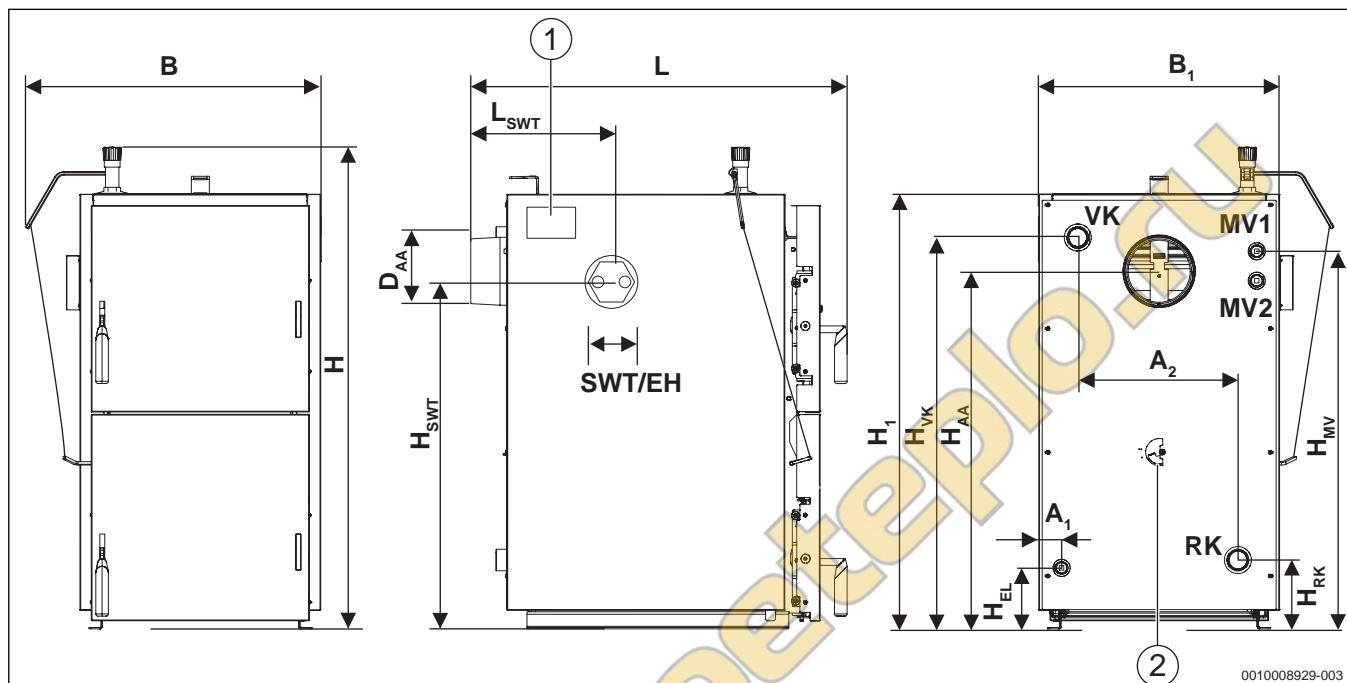

Рис. 5 Размеры Logano S131-15 H
- Наклейте заводскую табличку в хорошо доступном и видимом месте, например, вверху на боковую стенку котла (→ рис. 5, стр. 7).